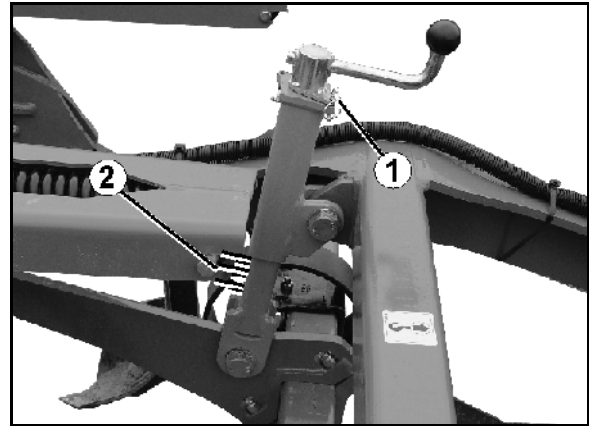

Fig. 22
1. Træk klapsplitten (Fig. 22/1) ud.
- Til orientering har indstillingsenhederne en skala (Fig. 22/2).